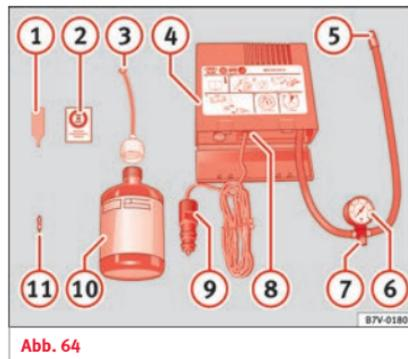

Abb. 64
- Ventilkappe und Ventileinsatz vom Reifenventil abschrauben. Verwenden Sie den Ventileinsatzdrehwerk » **Abb. 64 ①** zum Heraus-schrauben des Ventileinsatzes. Legen Sie den Ventileinsatz auf einem sauberen Untergrund ab.
- Die Dose mit der Reifendichtmasse kräftig schütteln » **Abb. 64 ⑩**.
- Einfüllschlauch » **Abb. 64 ③** an Dose schrauben. Die Folie am Verschluss wird automatisch durchstoßen.
- Verschlussstopfen vom Einfüllschlauch » **Abb. 64 ③** entfernen und das offene Ende vollständig auf das Reifenventil schrauben.
- Setzen sie den Ventileinsatz mit dem Ventileinsatzdrehwerk » **Abb. 64 ①** in das Ventil ein.
- Reifenfüllschlauch » **Abb. 64 ⑤** des Luftkompressors fest auf das Reifenventil schrauben.
- Prüfen, ob die Luftablassschraube »» **Abb. 64** ⑦ zuge dreht ist.
- Stecker »» **Abb. 64** ⑨ in die 12 Volt-Steckdose des Fahrzeugs stecken »»  Seite 186.
- Luftkompressor mit dem EIN/AUS-Schalter »» **Abb. 64** ⑧ einschalten.